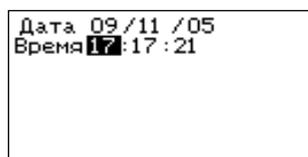

Рис. 29 Установка даты и времени.
1. Выберите пункт «Дата/Время» (рис. 29)